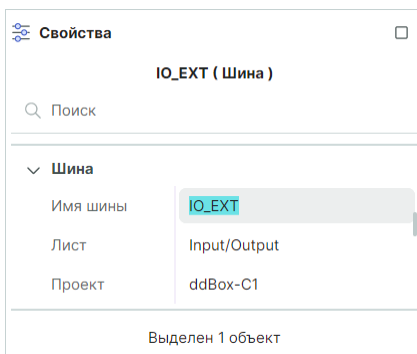

Рис. 119 Переименование шины из панели «Свойства»
- В пункте «Имя шины» на панели «Свойства», см. Рис. 119.